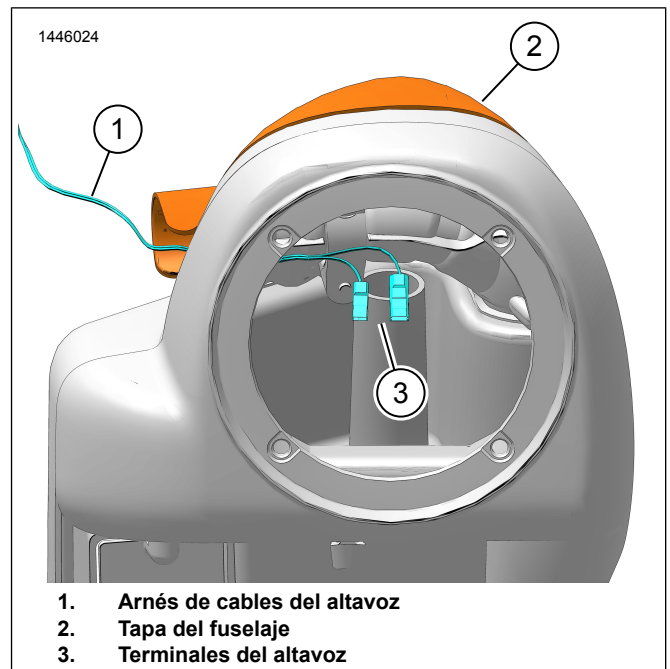

Figura 12. Ubicación del arnés de cables
2. Consulte la Figura 12. Tienda los terminales del altavoz (3) a través de la arandela aislante del fuselaje inferior.